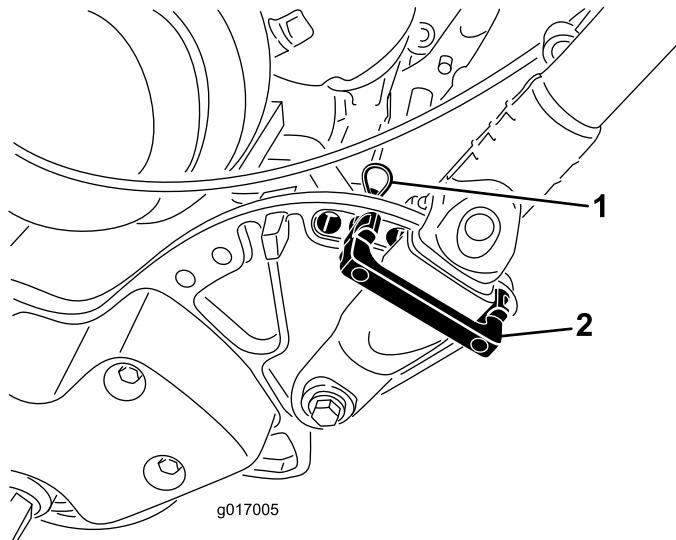

Bild 24
1. Nehmen Sie an jeder Seite des Rasenmähers die Splints aus den Griffbefestigungen (Bild 24).
2. Stützen Sie den Griff ab. Nehmen Sie die Splints an jeder Seite ab. Drehen Sie den Griff auf die gewünschte Einsatzposition (Bild 24).